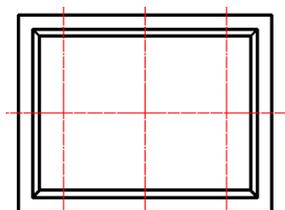

图 17.5.9 偏移中心线 1
(1) 偏移中心线 1。用 **修改(M)** → **偏移(S)** 命令，将 Step7 中的竖直中心线分别向左、右各偏移 175，完成后如图 17.5.9 所示。